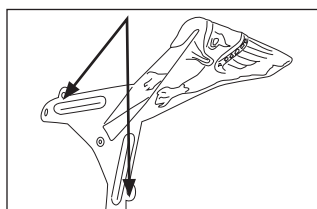

Figure 29
- Utilisez ces deux trous de fixation pour fixer l'écusson en cuir de 5 pouces une fois que l'aigle a été fixé sur le casque (figure 29).